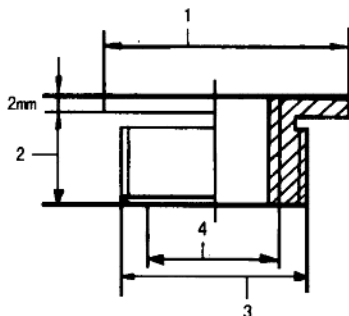

图 1-3 火花塞螺纹孔镶套
(2) 火花塞螺纹孔的修理方法: 将原来的螺纹孔改制直径大一些的螺纹孔, 镶制一个有内外螺纹的铜套(钢套), 内螺纹制成与原来规格火花塞螺纹相配(图 1-3), 不必改用其他规格的火花塞; 然后找一个火花塞, 在火花塞的螺纹部分涂抹润滑脂, 拧入制好的螺纹套中, 并在螺纹套外螺纹表面涂抹少许铅油; 最后将螺纹套拧入气缸盖螺纹孔中并拧紧, 退出火花塞, 在螺